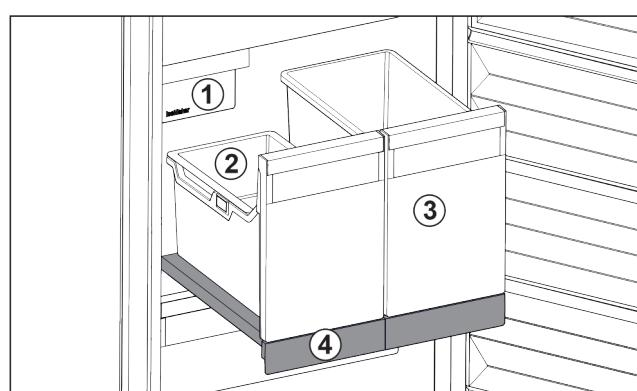

Fig. 32 Выдвижная панель с IceTower
(2) Подвесной лоток для кубиков льда
На выдвижной панели находятся два высоких контейнера (IceTower). В контейнере Fig. 32 (2) собираются и хранятся кубики льда из IceMaker. Контейнер Fig. 32 (3) подходит для хранения высоких продуктов, таких, как пицца или алкогольные напитки.